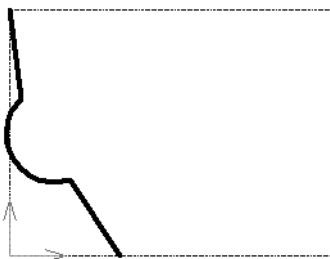

Рис. 19.6.
9. При необходимости проставьте размеры контура и необходимые обозначения. Пример завершенного контура показан на рис. 19.6.